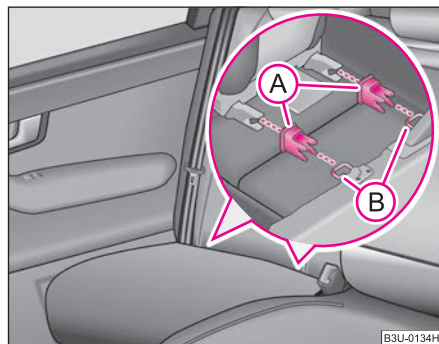

Fig. 162 Argollas de sujeción (sistema ISOFIX)
- Introduzca los conos receptores (A) en las argollas de sujeción (B) entre el respaldo y la banqueta ⇒ fig. 162.